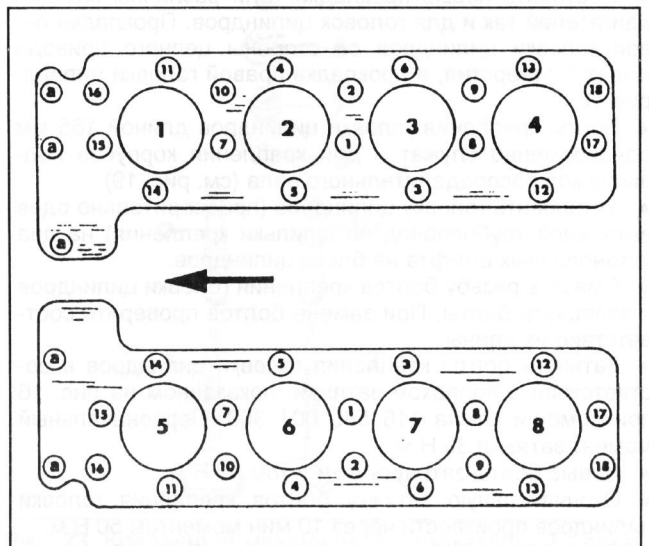

Рис. 16. Порядок затяжки болтов крепления головки цилиндров.
- ♦ Ослабить болты крепления головки цилиндров в обратной последовательности, в показанном на рис. 16 порядке затягивания болтов крепления головки цилиндров. Обратит внимание на то, что для отворачивания и для затягивания болтов крепления головки цилиндров нужно использовать два разных ключа. Для отворачивания болтов крепления необходим ключ с 8 мм шестигранником и 52 мм удлинителем с шарниром.
- ◆ Затянуть болты крепления головки цилиндров в соответствии с порядком затяжки, показанном на рис. 16 при помощи ключа 116 589 001 300. Первоначальный момент затяжки 30 Н·м.